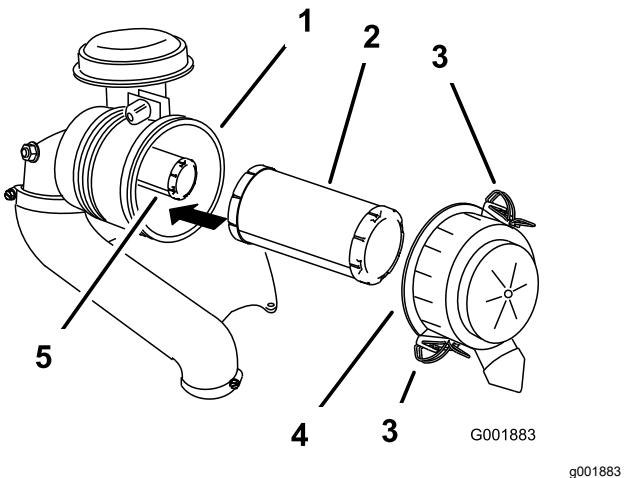

Figura 29
3. Abra los cierres del limpiador de aire y tire de la tapa de la entrada de aire para separarla del cuerpo del limpiador de aire (Figura 29).
5. Extraiga con cuidado el filtro primario de la carcasa del limpiador de aire (Figura 29).
2. Para cambiar el filtro interior, intodúzcalo con cuidado en el cuerpo del filtro (Figura 29).
3. Deslice cuidadosamente el filtro primario por encima del filtro de seguridad (Figura 29).
4. Instale la tapa del limpiador de aire y fije los cierres (Figura 29).